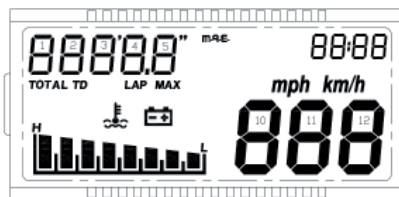

Fig. 18
- 2^a pagina (ad ogni accensione dello strumento): Check di tutti i segmenti dell'LCD per circa 3 sec. (fig. 18).
- 2nd page (every time the instrument is switched on): Check of all LCD segments for approx. 3 seconds (fig. 18).